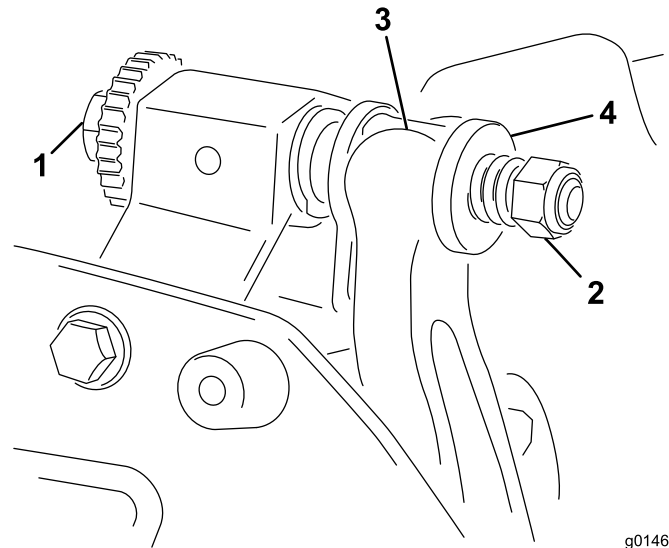

Figura 13
1. Rode o parafuso de ajuste da barra de apoio no sentido contrário ao dos ponteiros do relógio, para afastar lâmina de corte do cilindro (Figura 13).
2. Faça recuar a porca da mola tensora até que a anilha deixe de estar sob tensão contra a barra de apoio (Figura 13).
- Instale a barra de apoio, posicionando as aletas de montagem entre as anilhas e o parafuso de ajuste da barra de apoio (Figura 13).